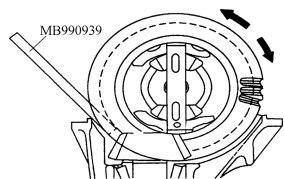

图 3-97 转动减速器齿轮
2) 正反两个方向转动减速器齿轮,然后检查两个齿轮的啮合印痕(部位),如图 3-97 所示。